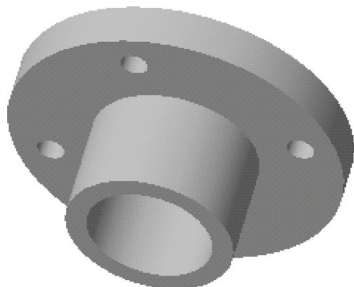

图 11-23 装配第一个零件
STEP 01 单击快速访问工具栏中的“新建”按钮，新建一个装配文件；在功能区选项板的“模型”选项卡中，单击“元件”面板中的“组装”按钮，装配第一个零件，如图 11-23 所示。